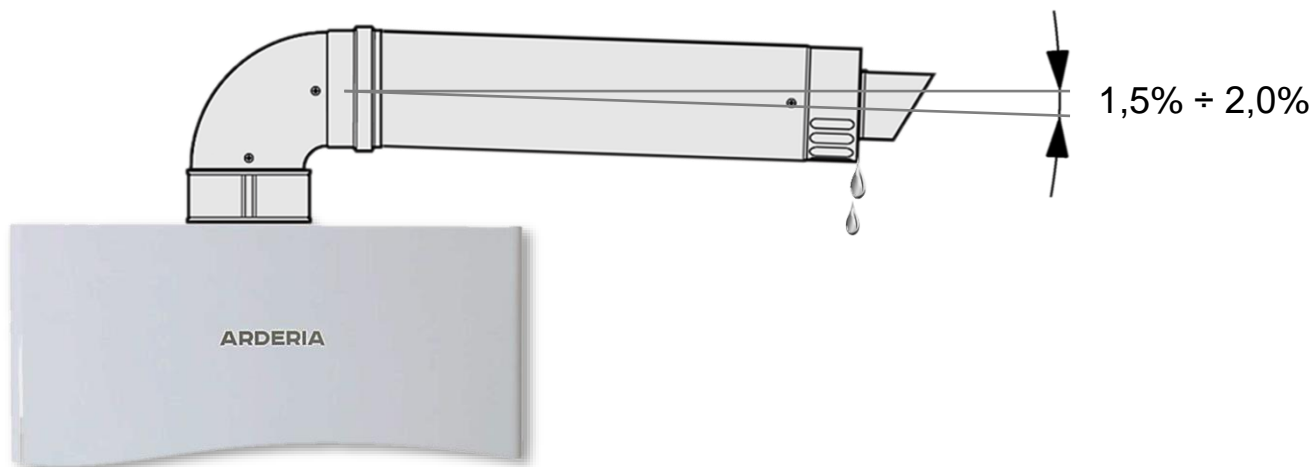

Рис. 29 Установка горизонтального конечного участка коаксиального дымохода
- Для удаления конденсата конечный горизонтальный участок дымохода **следует** монтировать с уклоном наружу (по направлению от котла) в  $1,5\% \div 2,0\%$  (См. Рис. 29)